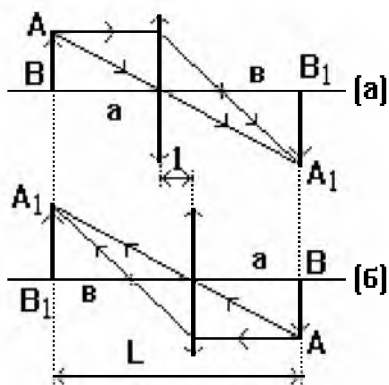

Рисунок 3
Из формулы тонкой линзы (3) видно, что величины  $a$  и  $b$  можно менять местами. Такая замена означает, что если на место изображения  $A_1B_1$  в положении (б) (рисунок 3) поставить предмет  $AB$  из положения (а), то изображение в случае (б) предмета  $AB$  получится в том же месте, где раньше был предмет.
3. Измерить расстояние  $L$  (рисунок 3) между экраном и предметом.
6. По формуле (6) вычислить фокусное расстояние собирающей линзы. Рассчитать его среднее значение. Оценить погрешности измерений.
7. Используя среднее значение фокусного расстояния, по формуле (1) рассчитать оптическую силу линзы.